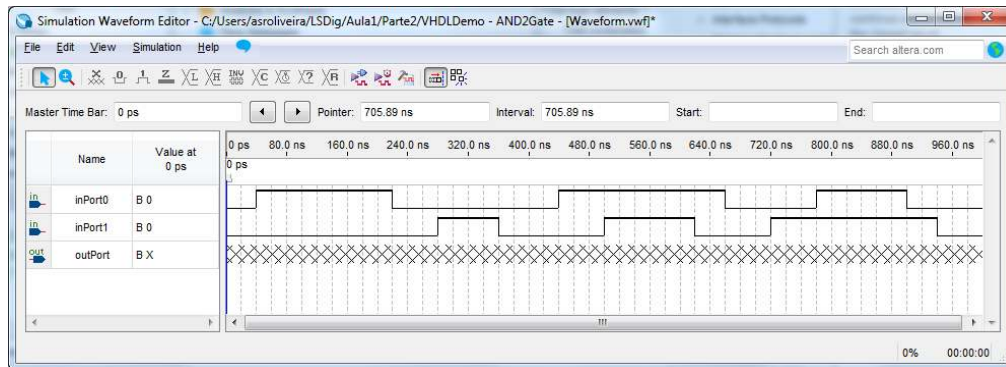

Figura 38 – Janela do simulador após a especificação das formas de onda (vetores) de entrada.
8. Após premir “OK” abrirá uma janela onde deverão ser indicados os sinais usados na simulação. À semelhança da simulação realizada na primeira parte do guião, através do menu “Edit→Insert→Insert Node or Bus”, premindo de seguida os botões “Node Finder” e “List”, selecione todos os portos de entrada e saída da “AND2Gate”. Após premir “OK” poderá especificar os valores pretendidos ao longo do tempo para as entradas da “AND2Gate”. Utilize para tal o rato, seleccionando os troços do diagrama temporal do sinal pretendido com o valor lógico que deseja que ele assuma (Figura 38).